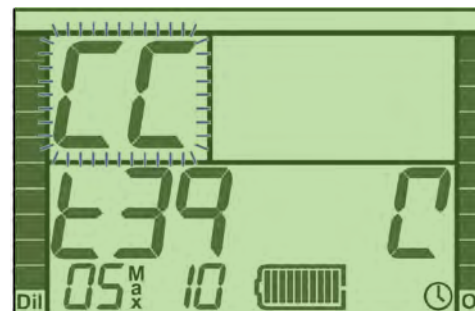

Figura 2-6B. Test de introducción 39.
El test 39 (test de posición CC de boquilla) se pasa automáticamente siempre que la boquilla se deje en la posición de CC siguiendo los pasos anteriores. Si, por alguna razón, la boquilla no está en la posición CC cuando aparezca en la pantalla el test 39, el vibrador de la boquilla se activará junto con los LED del HUD y de la batería y la alarma acústica con un tono de alta frecuencia. Las letras “CC” aparecerán en la esquina superior izquierda de la pantalla LCD y parpadearán hasta que el interruptor de la boquilla se coloque en la posición de CC (Figura 2-6B). El sistema permite que el buceador disponga de hasta dos minutos para realizar este cambio. El icono de “circuito-cerrado” seguirá mostrándose en la pantalla LCD hasta el test 39, cuando la boquilla deberá ser cambiada a la posición de circuito-abierto (OC).